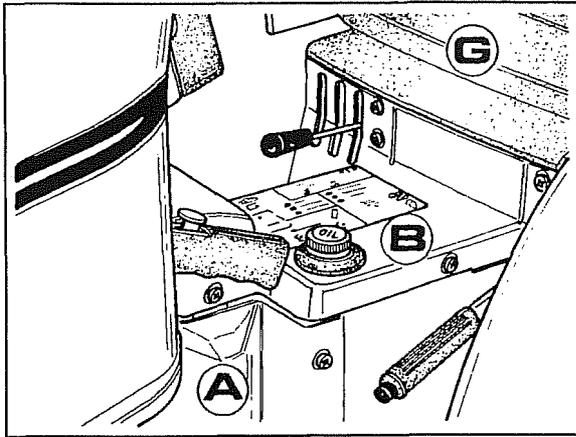

Fig. 8
1. Quitar el asiento **G**, la protección central **B**, el lateral **A** y el del lado opuesto como se muestra en la fig. 8.